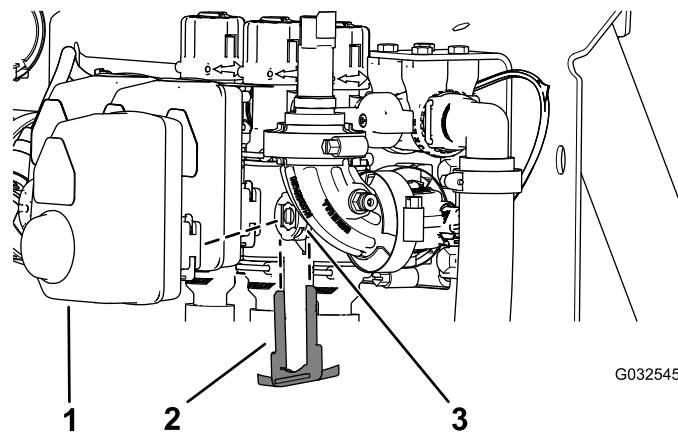

Рисунок 103
2. Снимите держатель, который крепит привод к коллекторному клапану секции или клапану перемешивания (Рисунок 103).